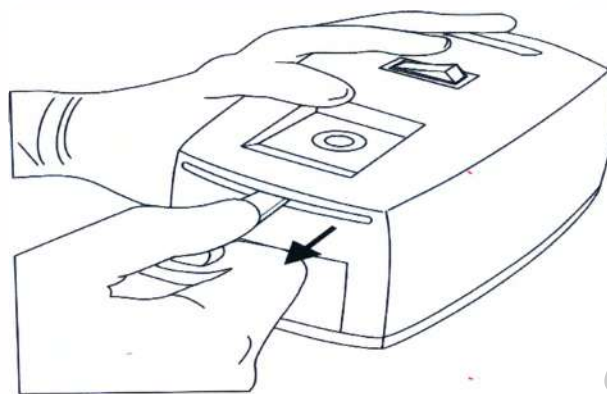

Рис.5.
7. Потяните сменную гильотину наружу и аккуратно удалите. Не трогайте лезвие гильотины руками, во избежание возможного инфицирования. Удалите использованное лезвие как медицинские отходы. (Рис.5.)